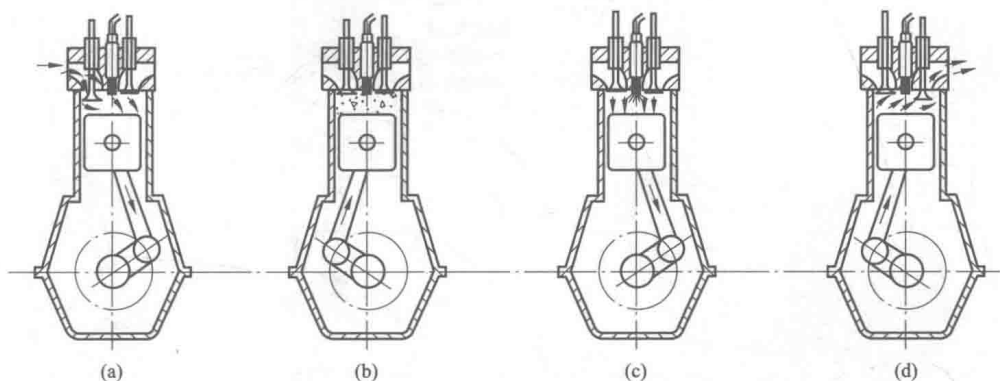

图 1-10 四冲程柴油发动机工作原理示意图
(1) 四冲程柴油发动机简单工作原理。四冲程柴油发动机工作原理如图 1-10
1) 进气冲程。进气冲程如图 1-10 (a) 所示。此时进气门开启，排气门关闭。在外力（起动机带动）作用下使曲轴转动，带动活塞从上止点向下止点移动，活塞上方容积增大，气缸内压力下降，经过滤清后的空气通过进气道吸入气缸。活塞移动到下止点后，进气门关闭，进气行程结束。
2) 压缩冲程。压缩冲程如图 1-10 (b) 所示。此时进、排气门均关闭，曲轴继续旋转，活塞由下止点向上止点运动，空气被压缩到燃烧室内。活塞到达上止点时，压缩行程结束。
3) 做功冲程。做功冲程如图 1-10 (c) 所示。当压缩冲程接近终了，活塞到达上止点前，柴油经喷油泵将油压提高到 9800kPa 以上。通过喷油器喷入燃烧室，在高温高压的空气作用下迅速形成可燃混合气自行发火燃烧，气缸内的气体压力和温度急骤上升，推动活塞向下运动。随着活塞向下运动，活塞上方容积增大，气体压力和温度也随之降低。活塞行至下止点时做功冲程结束。
4) 排气冲程。排气冲程如图 1-10 (d) 所示。在做功冲程接近终了时，排气门开启，靠燃烧后的废气压力进行自由排气。活塞由下止点向上止点运动，继续将废气强制排到大气中去，活塞到达上止点，排气门关闭，排气冲程结束。